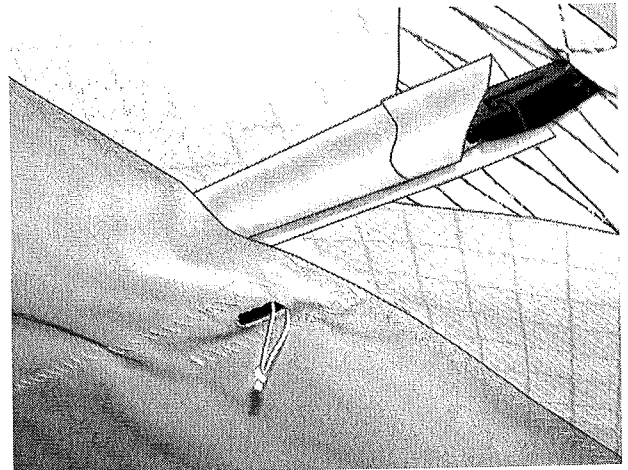

Abb.13
12. Setzen Sie die Untersegellatten ein (Abb.13) .